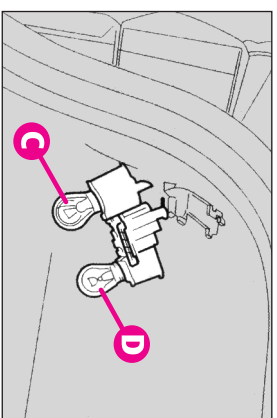

fig.45
-Scoateți becul care urmează să fie schimbat apăsându-l ușor și rotindu-l în sensul invers acelor de ceasornic (fig. 45):